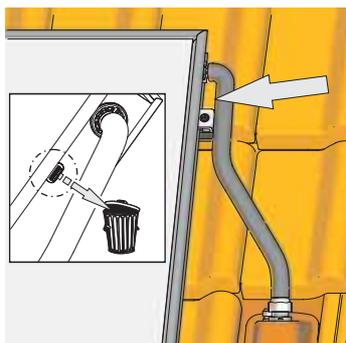

Figura 3-46 Fase di lavoro 1
1. Rimuovere il tappo della sonda (Figura 3-46).